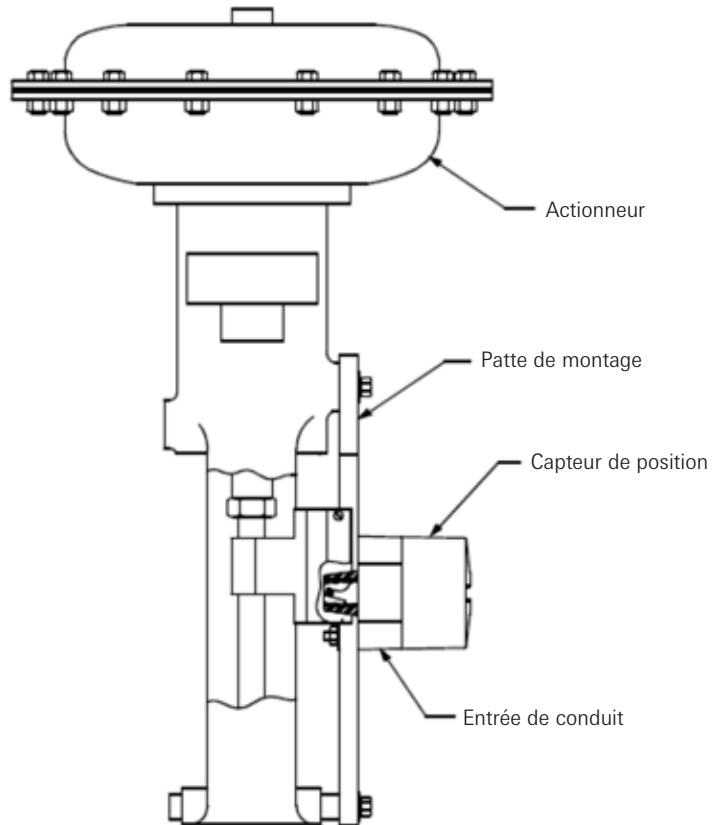

Figure 2-5
Étape 2. Monter le boîtier du capteur de position de sorte que l'entrée de conduit soit opposée à la membrane ou au cylindre. (Voir la Figure 2-5 A)